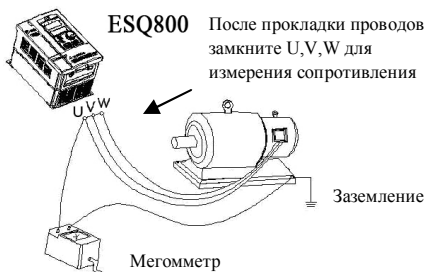

Рис.1-1 Измерение сопротивления двигателя
(1) При работе двигателя с инвертором ESQ800, температура, шум и вибрация слегка повышены в сравнении с подключением напрямую к источнику питания, и это является нормальным явлением.
(2) При необходимости длительной работы с постоянным вращающим моментом на низкой скорости, используйте двигатель для работы с преобразователем частоты. При работе на низкой скорости используйте асинхронный двигатель с независимой вентиляцией, контролируйте температуру двигателя или обеспечьте принудительный отвод тепла с тем, чтобы не допустить возгорания двигателя.
(3) Механическим устройствам требуется смазка, поскольку редуктор, зубчатое колесо и т.д. после работы на низкой скорости в течение длительного времени могут выйти из строя в связи с недостаточностью смазки, пожалуйста, предпринимайте превентивные меры.
(4) Когда двигатель работает с указанной выше частотой, помимо учета вибрации, увеличения шума двигателя, следует также удостовериться в допустимости диапазона скорости подшипника двигателя и механического устройства.
(5) При работе с высокими инертными нагрузками, и при выполнении подъемных операций инвертор может часто выключаться из-за чрезмерного тока или сбоем напряжения; для гарантирования нормальной работы необходимо предусмотреть использование надлежащего тормозного блока (тормозных резисторов)
(6) Следует включать/выключать инвертор через программируемые клеммы или по другим обычным каналам. Запрещается часто вкл/выкл инвертор с помощью электрического переключателя, магнитного контактора, в противном случае возможно повреждение оборудования.
(7) При необходимости установки переключателя, магнитного контактора и т.д. между выводом инвертора и двигателем, запрещается вкл/выкл этими устройствами двигатель, в противном случае возможно повреждение инвертора.
(8) В пределах некоего диапазона выходных частот инвертор может попасть в механический резонанс с нагрузкой, имеется возможность установки частоты перескока резонансной частоты.
(9) Перед использованием убедитесь в том, что напряжение питания находится в диапазоне рабочего напряжения, в противном случае необходимо изменять напряжение источника питания или заказывать специальный инвертор.
(10) На высотах свыше 1000 метров используйте инвертор с пониженной нагрузкой, снизьте выходной ток на 10 % от предписанного значения после каждого очередного увеличения высоты на 100 метров.
(11) Перед использованием двигателя в первый раз или после длительного хранения проверяйте его сопротивление изоляции. Пожалуйста, проверяйте изоляцию с помощью мегомметра, рассчитанного на напряжение 500В в соответствии с методом, представленным на рис. 1-1, и сопротивление изоляции должно быть менее 5 МОм, в противном случае возможно повреждение инвертора.
(12) Запрещается подсоединение емкости для улучшения коэффициента мощности или молниезащитного устройства, в противном случае может произойти аварийное выключение инвертора или повреждение частей, как показано на рисунке 1-2.